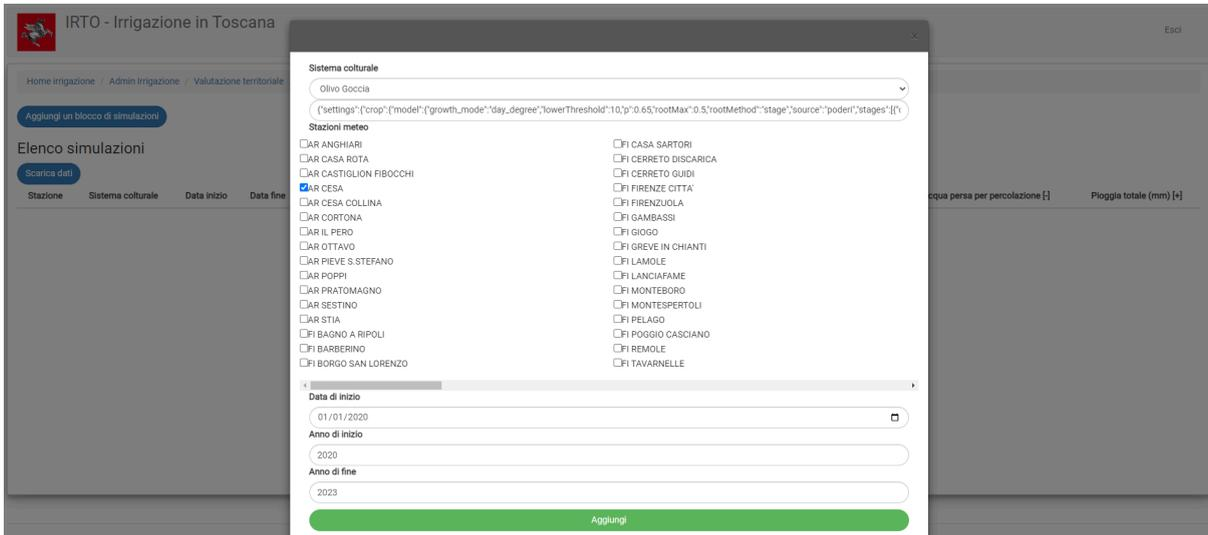

Figura 17. Valutazione territoriale dei fabbisogni idrici: creazione di uno scenario.
- “Valutazione territoriale dei fabbisogni idrici”: Per la valutazione territoriale dei fabbisogni irrigui, l’utente può accedere alla specifica interfaccia, e creare uno scenario di simulazioni selezionando una o più stazioni agrometeorologiche della rete regionale, uno o più sistemi colturali e una o più stagioni colturali (Figura 17). Per ogni simulazione saranno visualizzate le seguenti componenti del bilancio in mm (Figura 18):